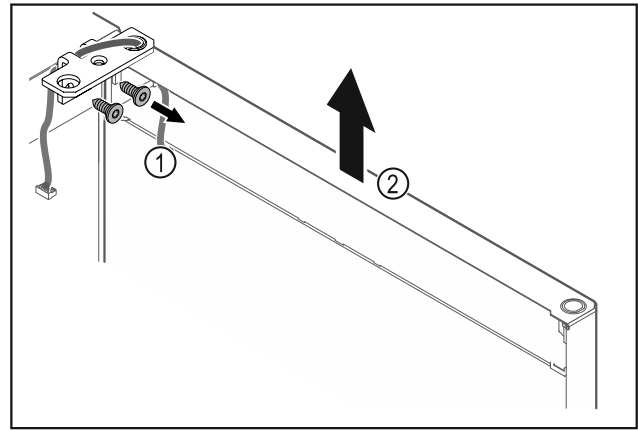

Fig. 25
- ▶ Відкрутити шарнірний кутик Fig. 25 (1).
- ▶ Дверцята з шарнірним кутиком Fig. 25 (2) приблизно на 200 мм прямо підняти вгору і зняти.